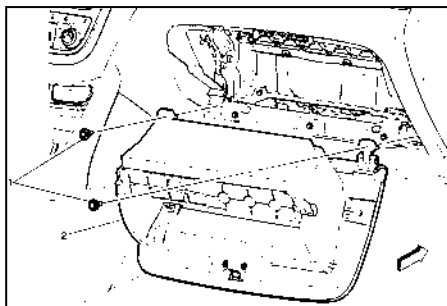

Fig. 15
2. Desconecte el amortiguador de la guantera del ensamblaje del compartimiento (ver Fig. 15).